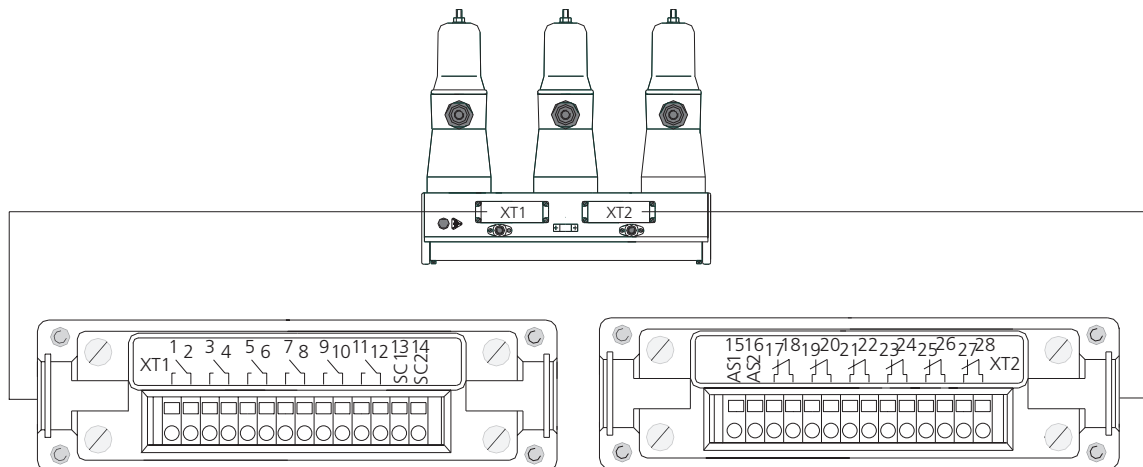

Fig. 44
Todos los ISM trifásicos tienen las mismas bornas de conexiones (Fig. 44). En las regletas de bornes XT1 y XT2 están conectados los trece (13) contactos auxiliares (6 contactos NA y 6 NC), así como las bobinas de los actuadores magnéticos.